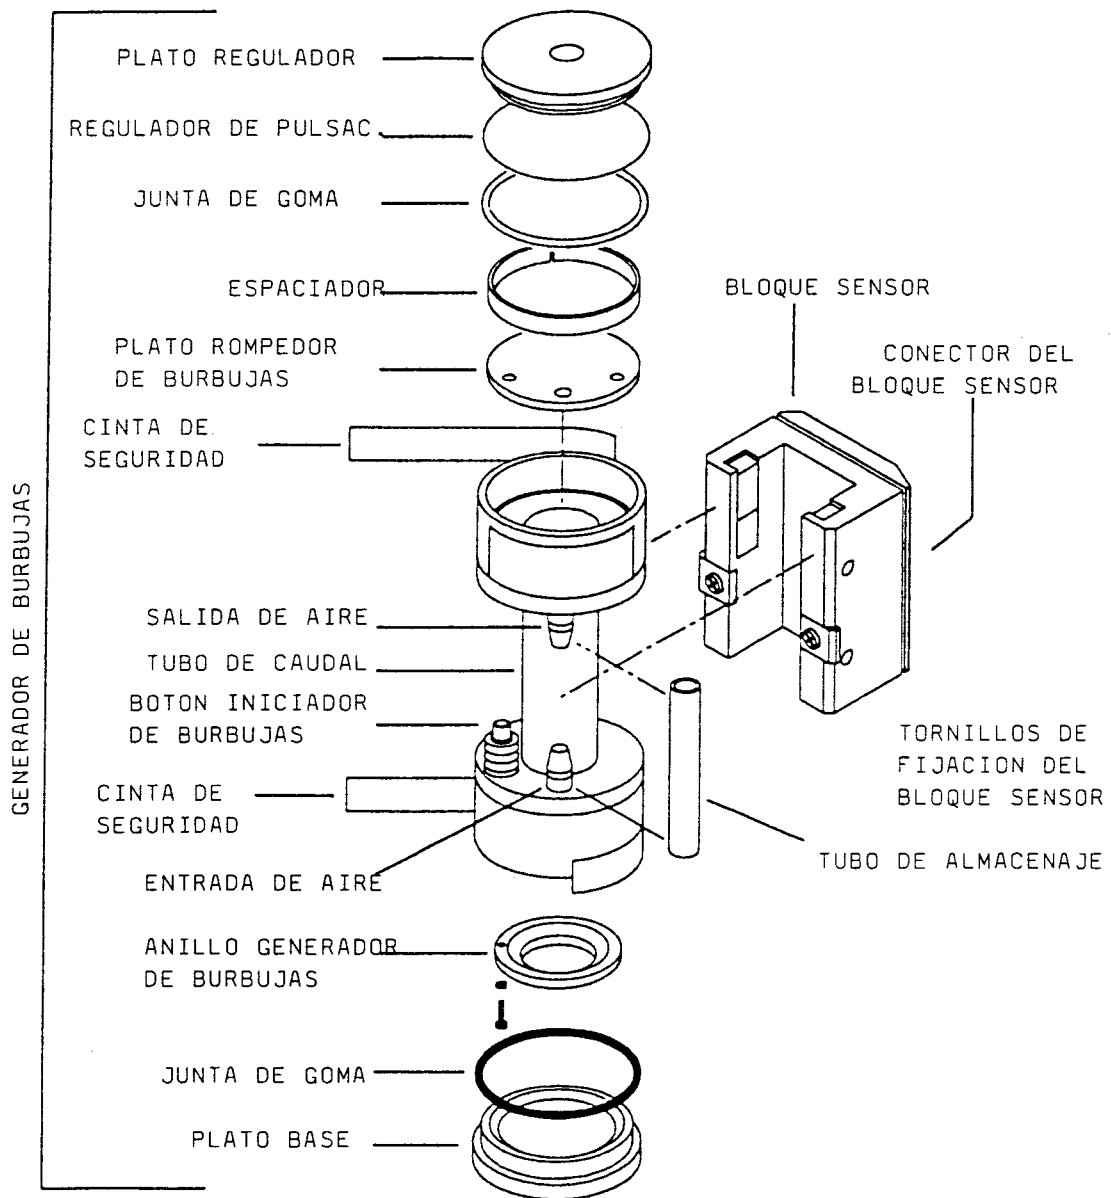
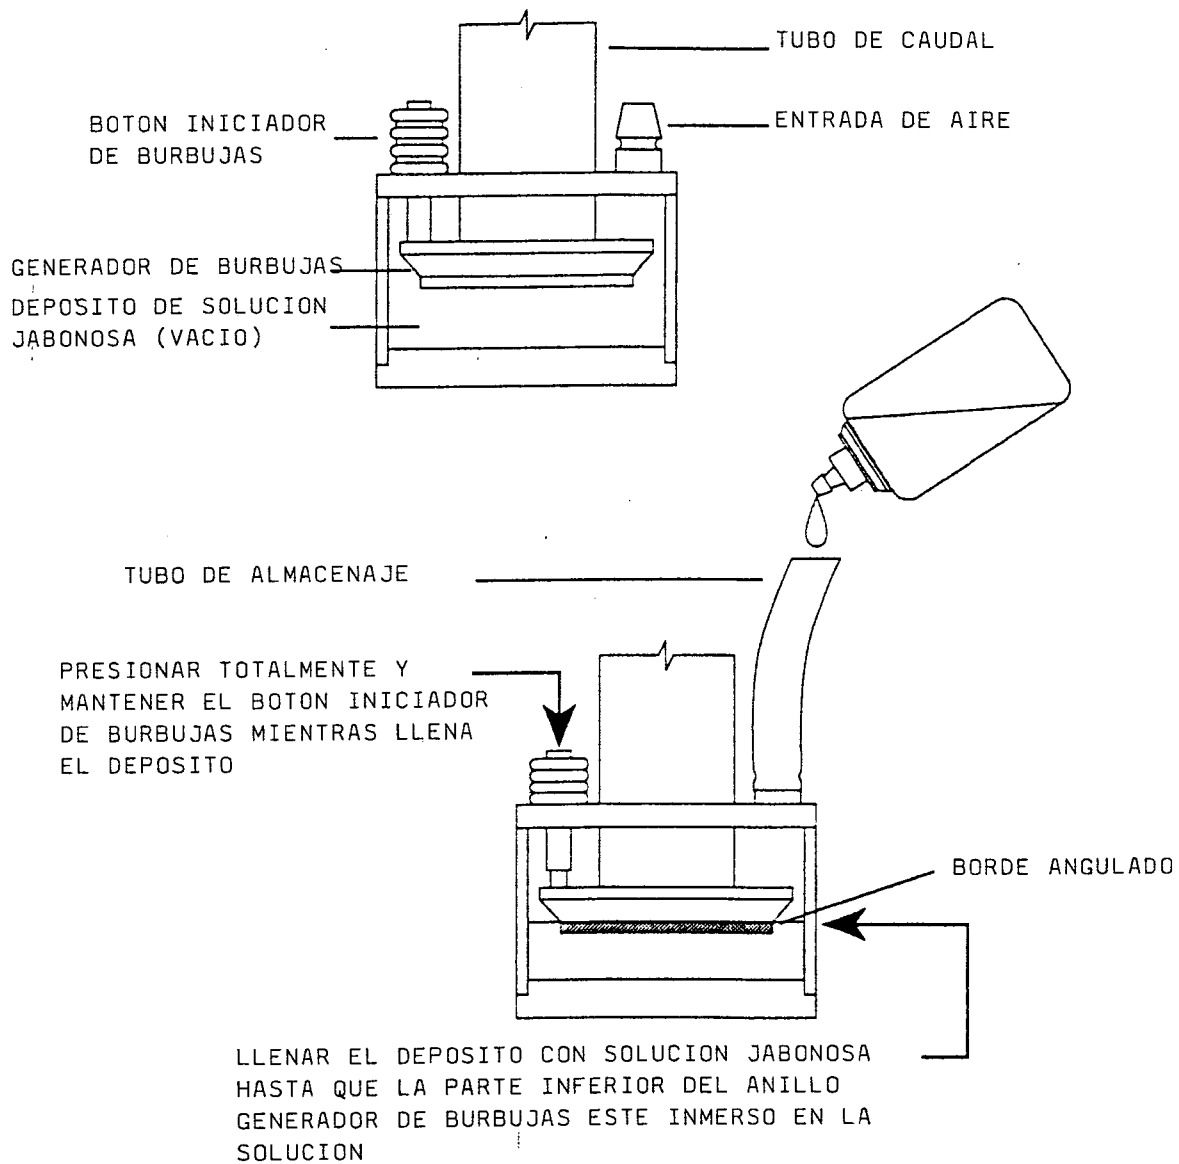

FIGURA 2.3
FIGURA 3.5
La Célula de Caudal (ver Figura 2.3) consta de un Generador de Burbujas y un Bloque Sensor. Cada Generador de Burbujas tiene el tamaño para producir una película de burbuja que se extiende a través del diámetro del tubo de la célula. La burbuja es transportada por el caudal de aire desde la parte inferior a la superior del tubo. Como la burbuja se mueve mas allá de los dos sensores infrarrojos, cada sensor transmite una señal a la Unidad de Control indicando el paso de la burbuja. Un botón manual en la Célula de Caudal hace que comience el viaje de la burbuja por el tubo.
Envolviendo el tubo de caudal y fijado entre la cámara superior e inferior del generador de burbujas, se encuentra el Bloque Sensor (ver Figura 2.3). El bloque incluye sensores infrarrojos superiores e inferiores para calcular el movimiento de las burbujas a través de la Célula de Caudal. Este bloque está sujeto al Generador de Burbujas con dos tornillos, permitiendo un desmontaje fácil del Bloque Sensor para el mantenimiento de la Célula de Caudal.
1. Quitar el tubo de almacenaje de la salida de aire (ver Figura 2.3) de la Célula de Caudal. Llenar la botella dispensadora con la solución jabonosa del Gilibrator. Use el Tubo de Almacenaje como embudo, lentamente añada la solución jabonosa desde el dispensador (ver figura 3.5).
Si la unidad va a ser usada diariamente, quitar la conexión del muestreador de aire. Conecte el Tubo de Almacenaje a la entrada (superior) y a la salida (inferior) de aire (ver Figura 2.3). Enchufar el cargador de baterías y conectarlo al Conector de Carga de la Unidad de Control. Recargar la unidad durante de la noche (14 horas) para usarlo el siguiente día.